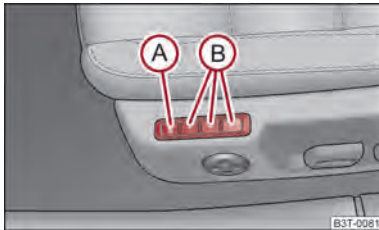

Abb. 58 Fahrersitz: Speichertasten und die SET-Taste
- Drücken Sie die Taste **SET** (A) ⇒ Abb. 58.
- Drücken Sie eine der Speichertasten (B) innerhalb 10 Sekunden nach dem Drücken der Taste **SET** - ein Quittierton bestätigt die Speicherung der Sitzeinstellung.
Memory für den Sitz bietet Ihnen die Möglichkeit, die individuelle Fahrersitz- und Außenspiegelposition zu speichern. Jeder der drei Speichertasten (B) ⇒ Abb. 58 kann eine individuelle Position zugeordnet werden, d. h. insgesamt drei. Nach dem Drücken der entsprechenden Speichertaste (B) werden der Sitz und die Außenspiegel automatisch in die Positionen gestellt, die dieser Taste zugeordnet worden sind ⇒ Seite 76.
- **Durch kurzes Drücken:** drücken Sie kurz die gewünschte Speichertaste  ⇒ Abb. 58. Der Sitz und die Außenspiegel werden automatisch in die abgespeicherten Positionen gefahren (das gilt nur, wenn die Zündung eingeschaltet und die Geschwindigkeit kleiner als 5 km/h ist).